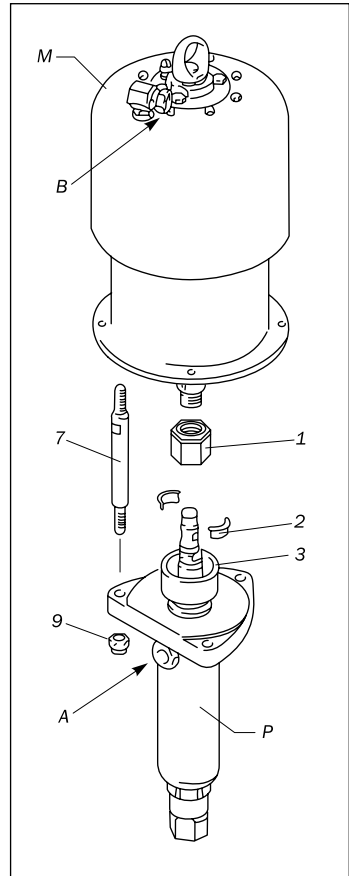

Рис. 9.2.3.1.
3. Отсоединить насос *P* от воздушного мотора *M*, отвернув обойму 1 (рис. 9.2.3.1).
10. Совместите выходное отверстие для ЛКМ (А) насоса со входным отверстием для воздуха воздушного мотора (В) в вертикальной плоскости (рис. 9.2.3.1).
11. Присоединить насос P к воздушному мотору M (рис. 9.2.3.1).